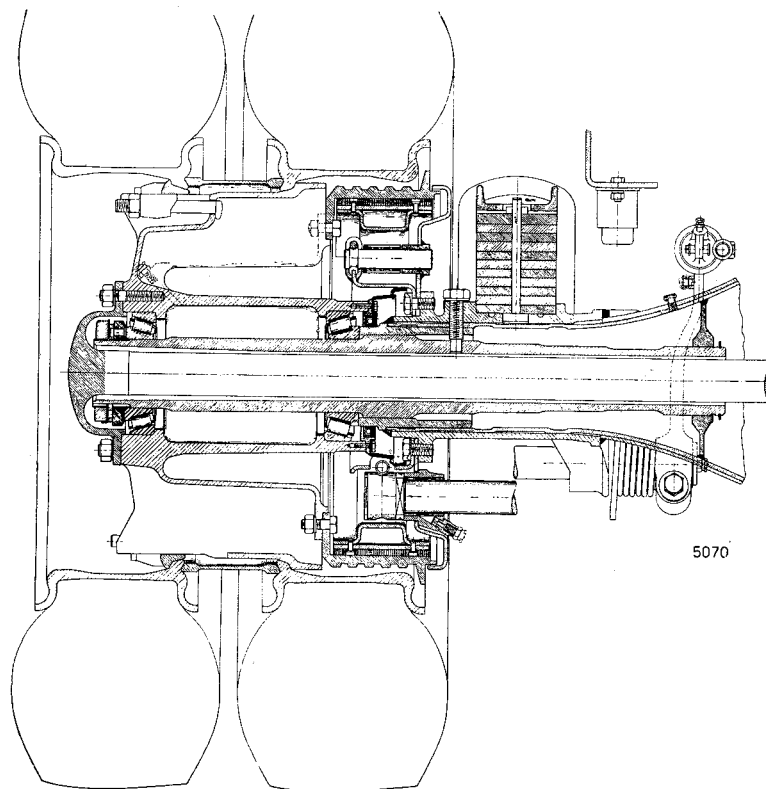

Fig. 82 Coupe du pont-arrière
**Cylindre de frein aux roues :** La construction du cylindre de frein est représentée sur les figures 82 et 83. Tous les cylindres de frein sont munis de vis de purge, et sont protégés de la crasse par des soufflets de protection.